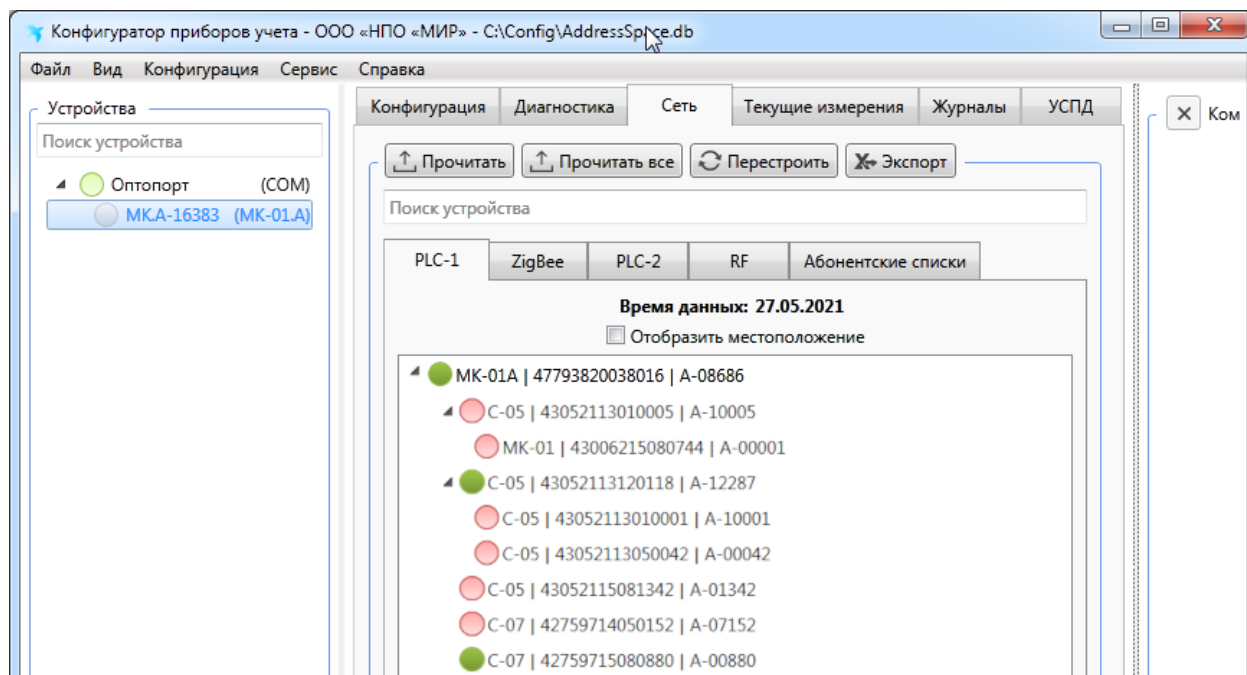

Рисунок 9.12 – Дерево сети PLC
- выбрать в дереве объектов программы КОНФИГУРАТОР модем-коммуникатор МИР МК и далее в области параметров выбрать вкладку *Сеть* (рисунок 9.12);